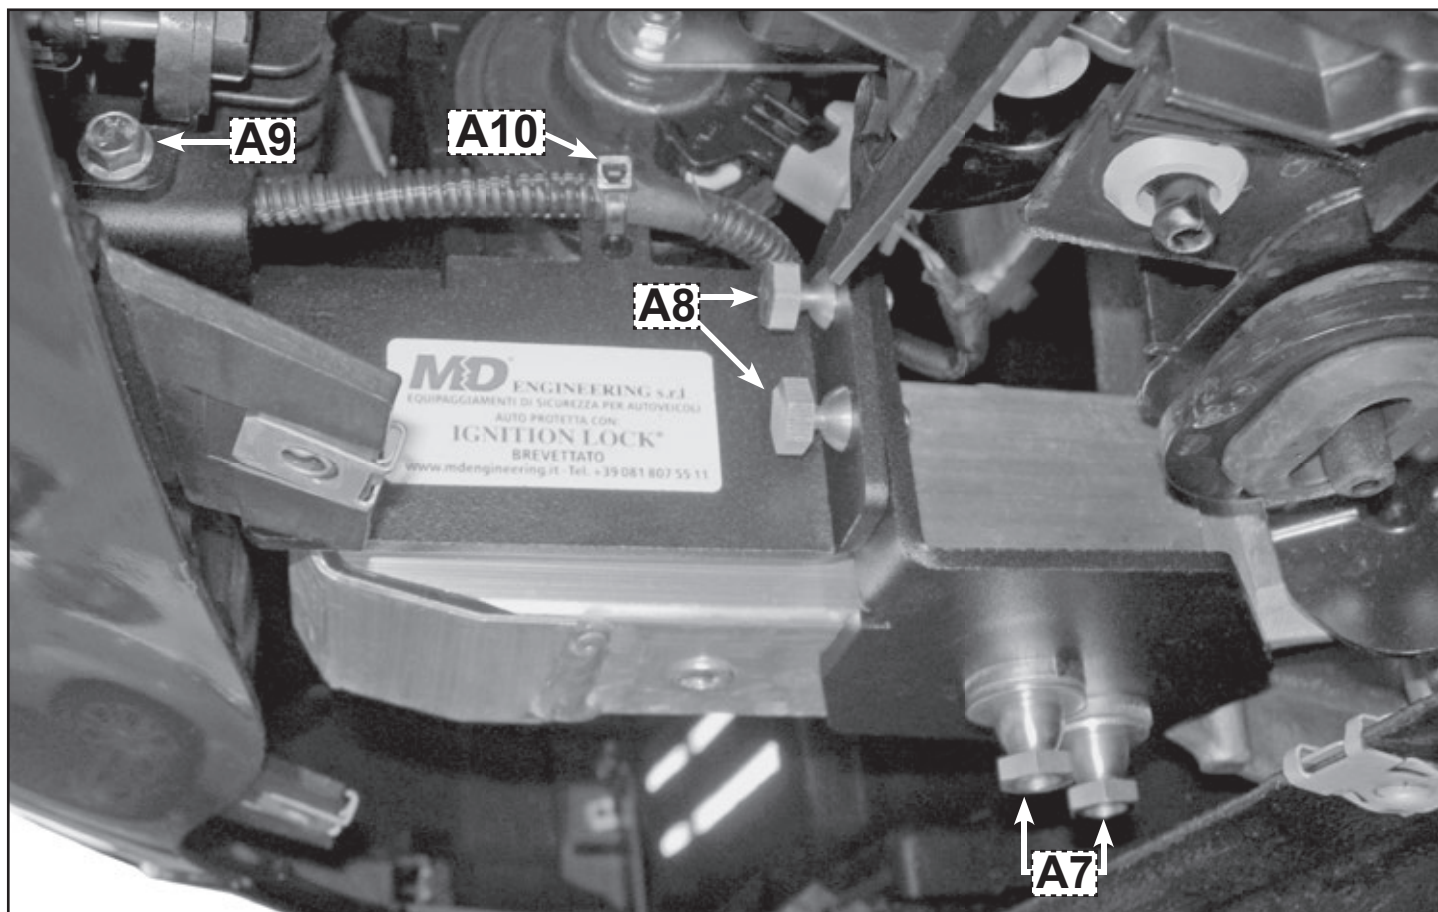

FIGURA 18
- **Nella figura 18** dopo aver verificato il corretto montaggio del kit protezione Radar, fissare i due perni **A9** e infine solo i perni **A7** e **A8** fino alla rottura delle teste. Infine viene raffigurato il corretto fissaggio della fascetta **A10**. (vedi figura)